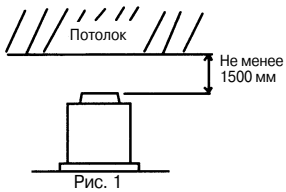

Рис. 1
(1) Один наружный блок
- Препятствие со стороны воздуховыпускной решетки (рис. 1)